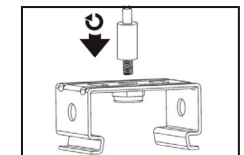

Рис. 4
- Для установки осветительного прибора на подвесы можно использовать тросовую систему подвеса (рис. 4).